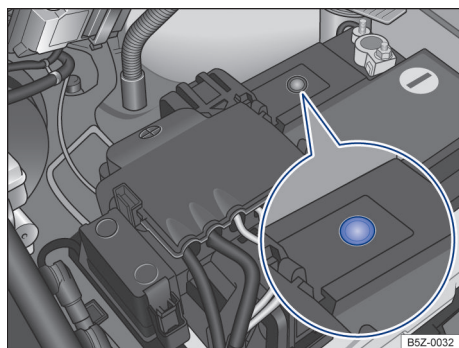

Fig. 133 No compartimento do motor: exemplo de posição do visor no lado superior da bateria do veículo.
- O visor redondo → Fig. 133 na parte superior da bateria do veículo muda de cor conforme o nível do eletrólito.